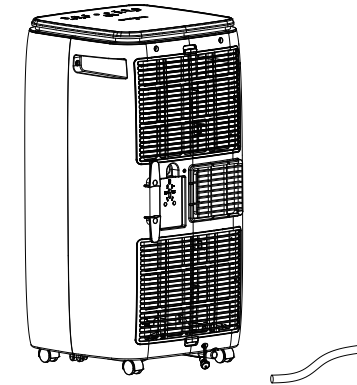

Abb.7
4. Wenn das Wasser abgelassen ist, stecken Sie den Ablaufstopfen. (wie in Abb. 7 gezeigt)